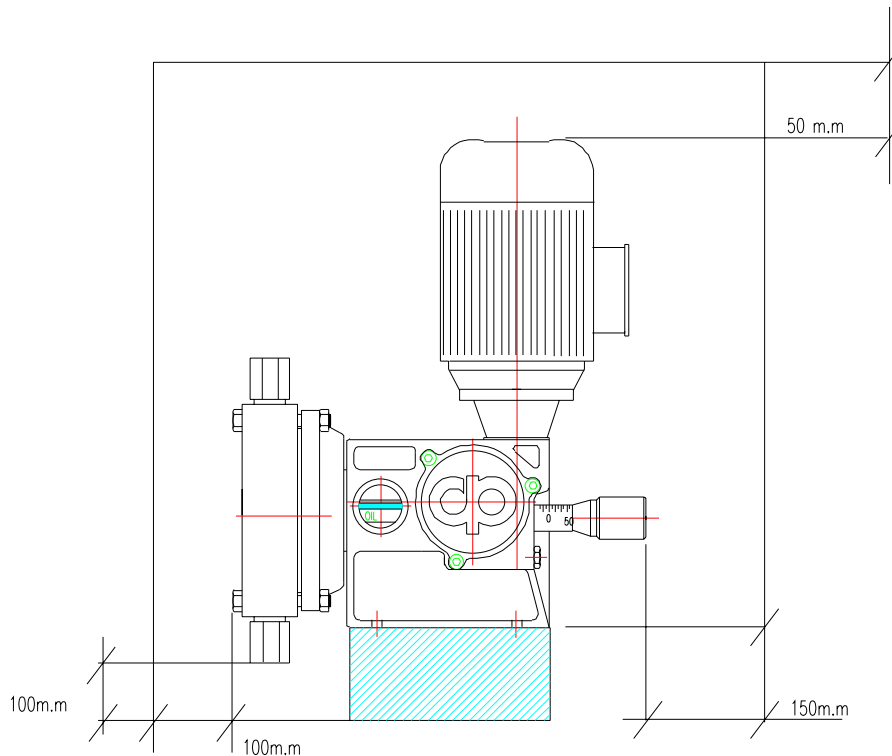

Fig. 01 (misure in mm)
- Sistemare la macchina in posizione verticale, come mostrato in Fig. 01, e sopra un robusto piano di appoggio (metallico, in cemento, ecc.)